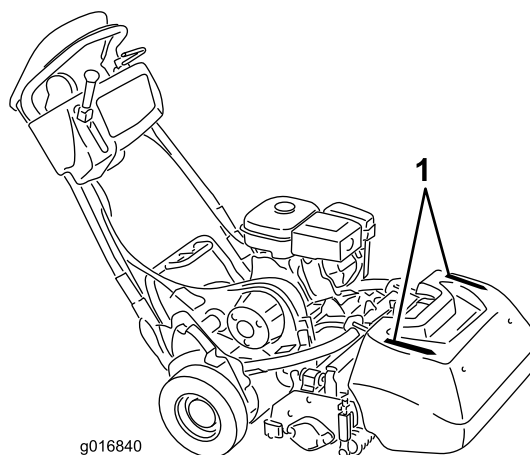

図 25
- 真っ直ぐに刈るコツの一つは、集草バスケットについている線図 25 を目安にして、となりの刈り跡と平行に、常に一定の距離をおいて歩くことです。